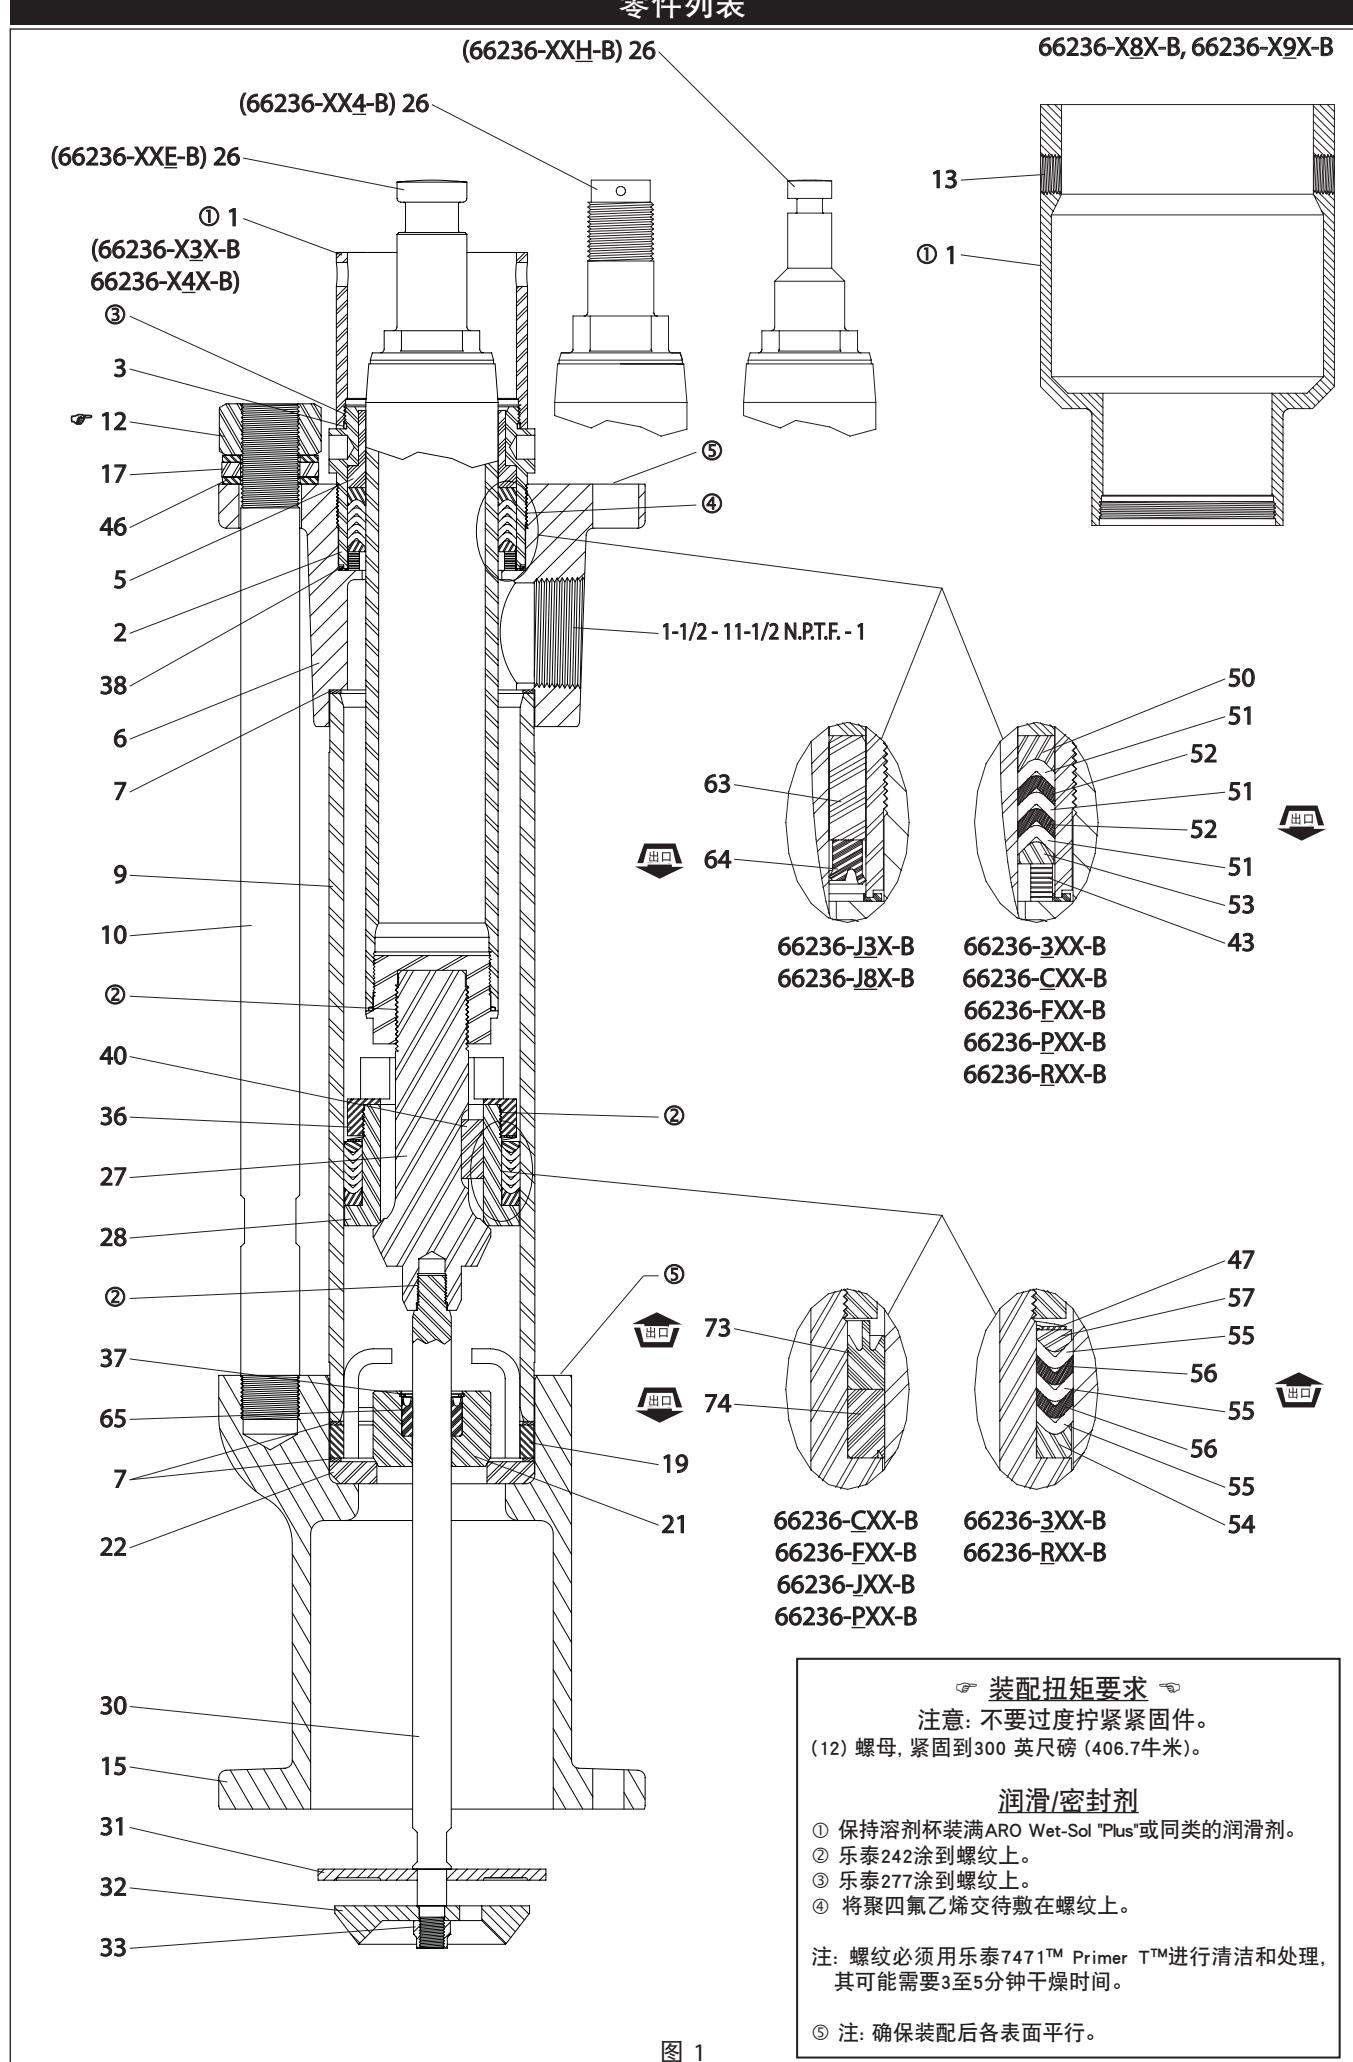

图 1
- 使用所需材料, 将上密封材料装入 (6) 出口体(参看图1)。
- 装上 (27) 阀门, 三个 (40) 接合销, (28) 阀座, 中间填料和 (36) 阀座螺母 (参看图1)。
- 将 (65) U形杯填料装入 (21) 脚踏阀体, 用 (37) 挡圈固定。
- 将 (22) 单向阀座和 (7) 密封垫置于 (15) 压力腔体内。
- 将 (21) 脚踏阀体滑动到 (30) 起动注油杆上。将这个组件置于 (15) 压力腔体内 (参看图1)。
- 将 (19) 断流阀组件和 (7) 密封垫置于 (21) 脚踏阀体 (转接第四页)
7. 用台钳夹住 (6) 出口体。使 (26) 柱塞组件的内螺纹端滑动通过 (6) 出口体。
8. 还是用台钳夹住 (6) 出口体, 在 (27) 阀门螺纹上涂上乐泰242螺纹锁定剂, 将 (27) 阀门连接到 (26) 柱塞组件上, 并拧紧。
9. 润滑中间填料和 (9) 管子内部。将 (7) 密封垫放入 (6) 出口体内。小心地将 (9) 管子在杆组件上方滑动, 使之在 (6) 出口体内就位。
10. 将 (8) 阀门组件固定到 (6) 出口体内。
12. 在 (30) 起动注油杆的螺纹上涂上乐泰242 (参看图1), 将 (30) 起动注油杆旋入 (27) 阀门并拧紧。
13. 将 (15) 压力腔体在 (9) 管子上方滑动并就位。
14. 滑动 (10) 双头螺栓通过 (6) 出口体的孔, 固定到 (15) 压力腔体。
15. 将三个 (46) 垫圈, (17) 锁紧垫圈, (46) 垫圈装到 (10) 双头螺栓上, 用三个螺母紧固。注: 将 (12) 螺母拧紧到300英尺磅 (406.7牛米)。注: 确保装配后 (6) 出口体与 (15) 压力腔体的表面平行。
16. 要安装 (32) 起动注油按钮, 压下 (26) 柱塞组件, 使 (30) 起动注油杆从 (15) 压力腔体底部露出。将 (31) 起动注油板和 (32) 起动注油按钮装到 (30) 起动注油杆上, 用 (33) 锁紧螺母紧固。